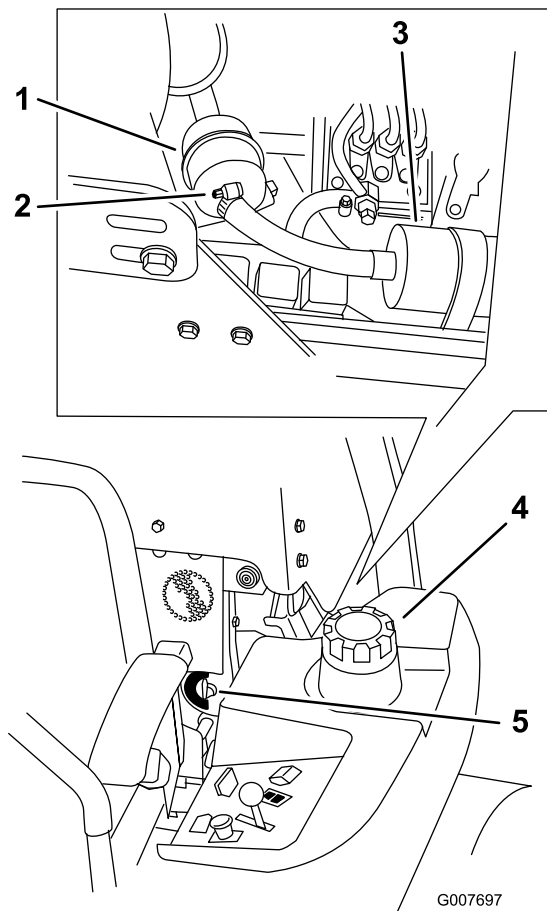

Figure 52
4. Fermez le robinet d'arrivée de carburant (Figure 52).
5. Desserrez les deux colliers de flexibles et débranchez les conduites d'alimentation du filtre à carburant (Figure 52).
6. Remplacez le filtre. Branchez les conduites d'alimentation au filtre à carburant et montez les colliers de flexibles (Figure 52).